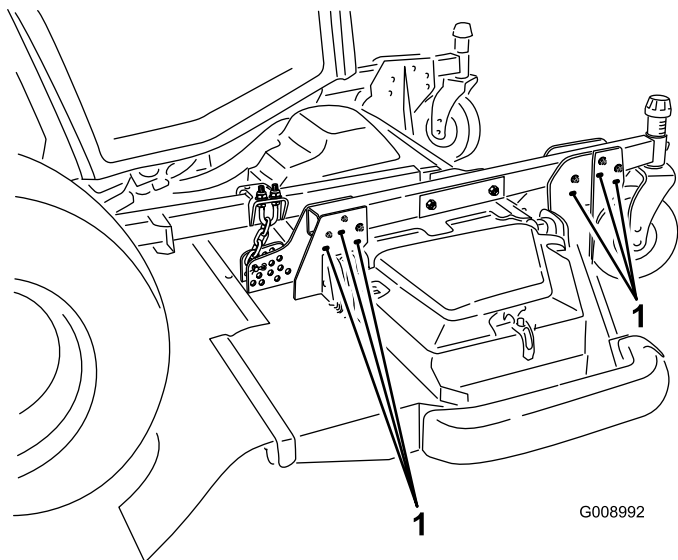

図 26
7. 刈高を 102 - 153 mm にセットするには、デッキハンガーブラケットを刈高キャスタームに固定している取り付けボルトを外し、デッキハンガーブラケットを刈高キャスタームの下穴に付け替える（図 26）。